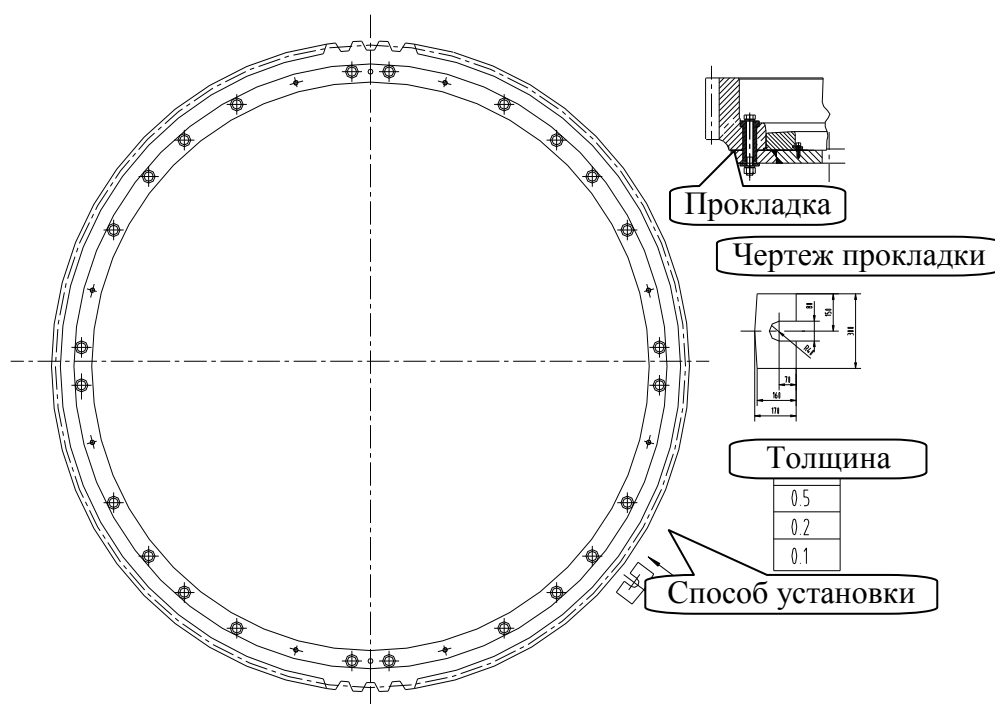

Рисунок 10-13. Монтаж большого зубчатого венца поворота
7. Следующим способом демонтируйте гайки центральной цапфы, кольцевые прокладки со сферической поверхностью и упорные шайбы (см. рисунок 10-13):